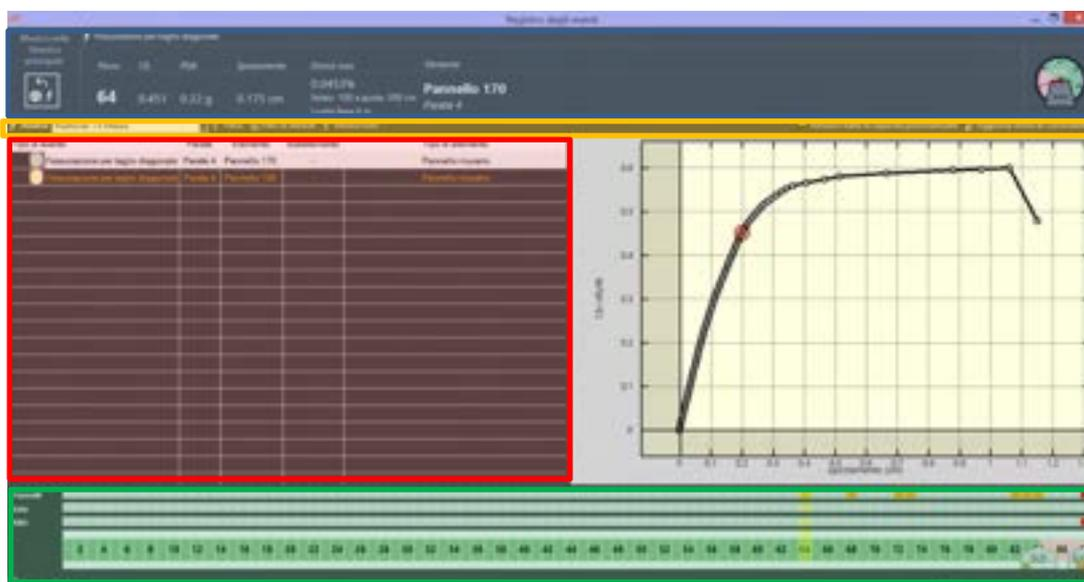
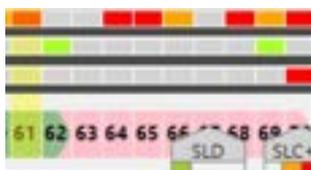
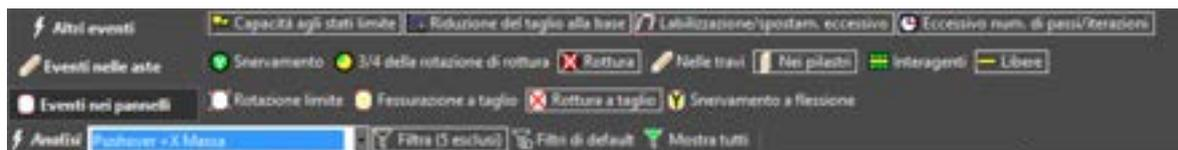

Figura 270. Finestra del registro degli eventi.
Figura 271. Cursori delle capacità corrispondenti agli stati limite.
Figura 272. Espandi visualizzazione dei filtri eventi.
- **Scheda di riepilogo**" (cfr. Figura 270 - riquadro in blu); che riporta i parametri significativi del passo dell'analisi selezionato. E' inoltre disponibile il comando che consente di accedere alla finestra principale e visualizzare l'elemento soggetto ad un determinato evento. Da questa scheda è possibile leggere, per ogni passo dell'analisi (ivi riportato, sotto la voce Passo), il Cb (cfr. § 11.1.4), la PGA corrispondente e lo Spostamento corrispondente. Viene inoltre riportato la Deriva max di piano (massima deriva di piano dell'edificio viene raggiunta), e il punto di controllo corrispondente. Infine viene identificato l'elemento che subisce l'evento selezionato (ID elemento e parete a cui esso appartiene);
- **Barra dei comandi rapidi**: posta in alto alla finestra, sulla quale è disponibile (cfr. Figura 270 - riquadro in arancio) il menu di selezione dell'analisi che si sta visualizzando, i filtri di visualizzazione degli eventi, che consente di filtrare gli eventi riportati nel registro (al click sul comando Filtra, la barra delle informazioni si espande, visualizzando tutti gli eventi disponibili che è possibile visualizzare, agendo sui filtri corrispondenti) (cfr. Figura 272);
- **Tabella degli eventi**: posta sulla sinistra, che riporta i dettagli degli eventi verificatisi allo step di carico selezionato nella "barra degli eventi" (cfr. Figura 270 - riquadro in rosso);
- **Grafico della curva di capacità**: posto a destra, in cui sono indicati i passi delle analisi (cfr. Figura 270 - grafico);
- **Barra degli eventi**: riportata inferiormente, che consistente in una tabella in cui sono riportati gli eventi che si sono verificati, nel corso dell'analisi selezionata, in funzione della tipologia di elemento coinvolto (pannelli, asta, altro), e del passo dell'analisi selezionata. Tale tabella permette di portarsi al passo corrente, i cui eventi verranno visualizzati nella tabella degli eventi soprastante. Inoltre è possibile modificare il passo in cui vengono raggiunti gli stati limite, riposizionando i corrispondenti "cursori delle capacità" (Figura 270 - riquadro in verde e Figura 271 sui dettagli).